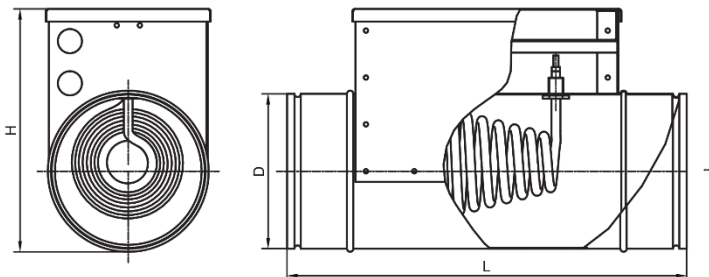

Рисунок 2
9.1 Робоче положення електрокалорифера показане на рис.2.
9.7 При приєднанні електрокалорифера до повітроводу напрям руху повітря повинен відповідати стрілці на верхній кришці корпусу (Рис.2).